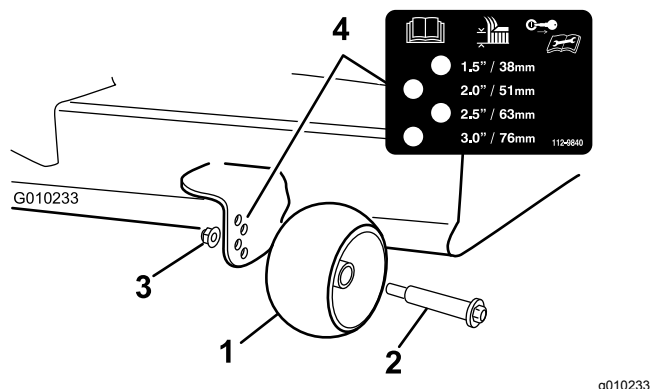

Figure 18
3. Réglez les galets anti-scalp montrés à la Figure 18 à la position correspondant le mieux à la position de hauteur de coupe.